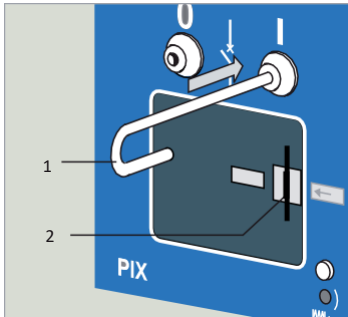

Fig. 10.19
Enficher la tige de manoeuvre dans le guidage droit dans la porte frontale et pousser complètement en arrière (Fig. 10.19, 1). Le disjoncteur s'enclenche, l'indicateur de position affiche "ENCLENCHE" (2). Après l'enclenchement, l'accumulateur d'énergie peut être chargé tout de suite (à la main ou au moyen du moteur). Si la tension d'alimentation est présente, l'accumulateur d'énergie est chargé automatiquement.